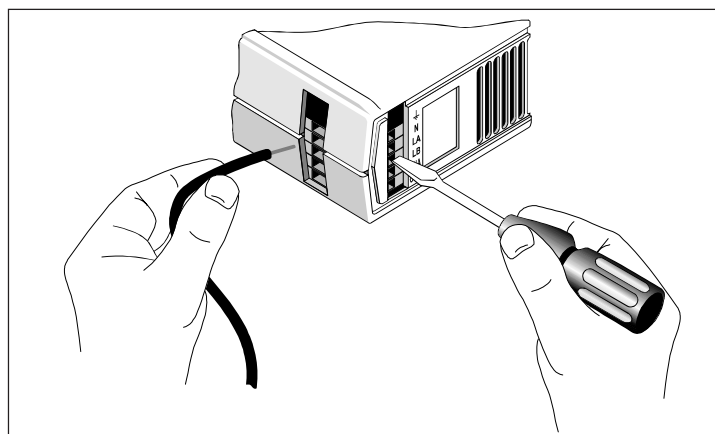

Fig. 1-2 Anslutning till plintar med klämfjädern.
2. Tryck in skruvmejselns blad till botten av manövreringen för klämfjäderanslutningen (se bild 1.2). Trycket från mejseln öppnar fjäderklämman så att kabeln kan frigöras. Det rekommenderas att märka de olika ledarna så att man enkelt kan återansluta till rätt terminal.
3. Lossa på locket ovan anslutningsplintarna med en liten spårskruvmejsel (se bild 1.2).